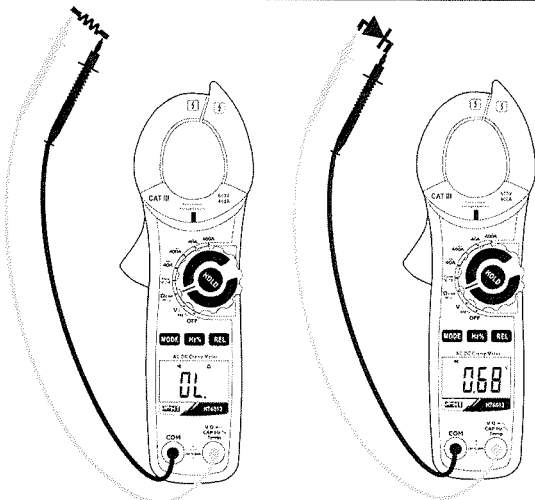

Fig. 7 : Utilisation de la pince pour test de continuité et test des diodes
3. Insérer le câble rouge dans l'entrée du jack **VΩ \rightarrow \rightarrow CAPHz %Temp** et le câble noir dans l'entrée du jack **COM** et exécuter le test de continuité sur l'objet sous test (voir la Fig. 7 - partie gauche). L'alarme émet un signal sonore si la valeur de résistance mesurée est inférieure à 30Ω environ.
5. Connecter l'embout rouge à l'anode de la diode et l'embout noir à la cathode en cas de mesure de polarisation directe (voir la Fig. 7 – partie droite). Inverser la position des embouts en cas de mesure de polarisation inverse.